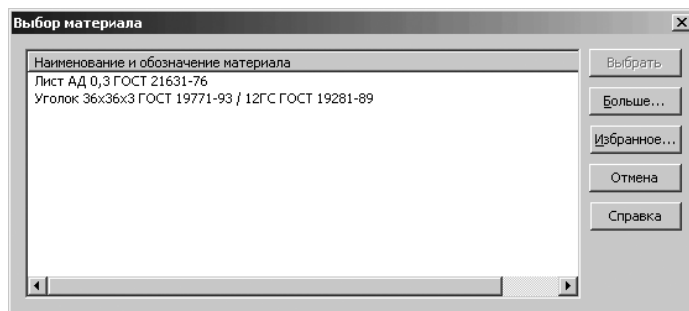

Рис. 3.93. Возможное состояние диалогового окна **Выбор материала**
- щелкните в панели **Материал** по кнопке  – **Выбрать из справочника материалов**, а затем в всплывающем меню по пункту **Выбрать материал**. Появится диалоговое окно **Выбор материала**, показанное на рис. 3.93.